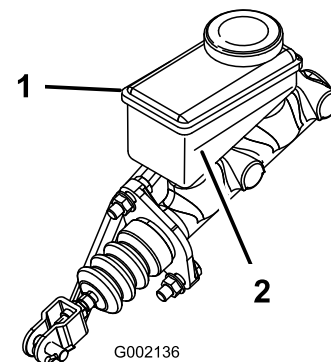

Figura 14
3. Observe o nível do fluido na parte lateral do reservatório. (Figura 14).
- B. Adicione fluido dos travões DOT 3 ao reservatório até o nível do fluido estar acima da linha de mínimo (Figura 14).
5. Instale a tampa de borracha na parte superior do painel (Figura 14).